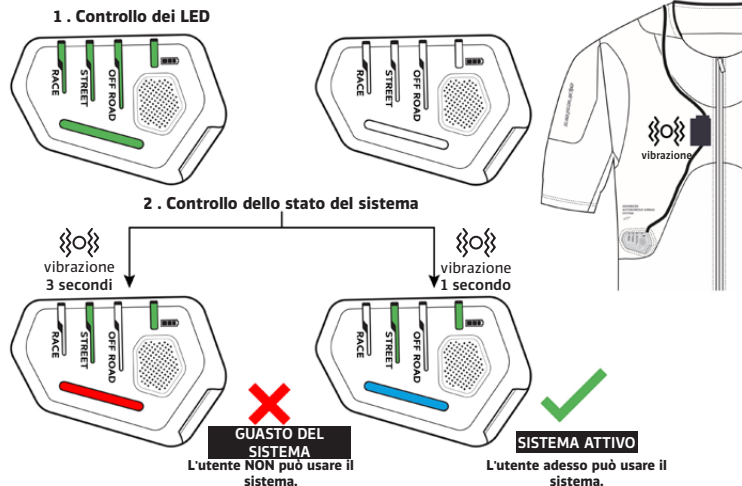

Figura 9: Il sistema sta eseguendo sia il controllo dei LED sia il controllo dello stato
1) Controllo dei LED: durante questa fase, il sistema controlla che tutti i LED presenti sul display a LED (3) funzionino correttamente. L'utente vedrà tutti i LED disponibili (3b, 3c, 3d) accendersi con una luce VERDE FISSA per circa un secondo e poi spegnersi come mostrato nella Figura 9.
2) Controllo dello stato del sistema: dopo la fase di controllo dei LED, il LED di stato del sistema (3b) si accende con una luce BLU FISSA che indica che il sistema è attivo (Figura 9) e, pertanto, è pronto per proteggere l'utente in caso di incidente. Verrà avvertita anche una breve vibrazione di circa 1 secondo in prossimità della zip di attivazione (2). In questa condizione l'utente può anche controllare la modalità di guida (LED di modalità di guida [3c]) attualmente attiva e il livello della batteria del sistema (LED di livello della batteria [3d]) (vedere Sezione 8 "Riepilogo indicazioni sul display a LED (3)").
ATTENZIONE! Se il LED di stato del sistema (3b) si accende con una luce ROSSA FISSA, è presente un guasto del sistema (Figura 9). Verrà avvertita anche una vibrazione lunga di circa 3 secondi in prossimità della zip di attivazione (2). Questa condizione indica che il sistema NON funziona correttamente e, pertanto, NON è pronto a proteggere l'utente in caso di incidente (vedere Sezione 19 "Risoluzione problemi").